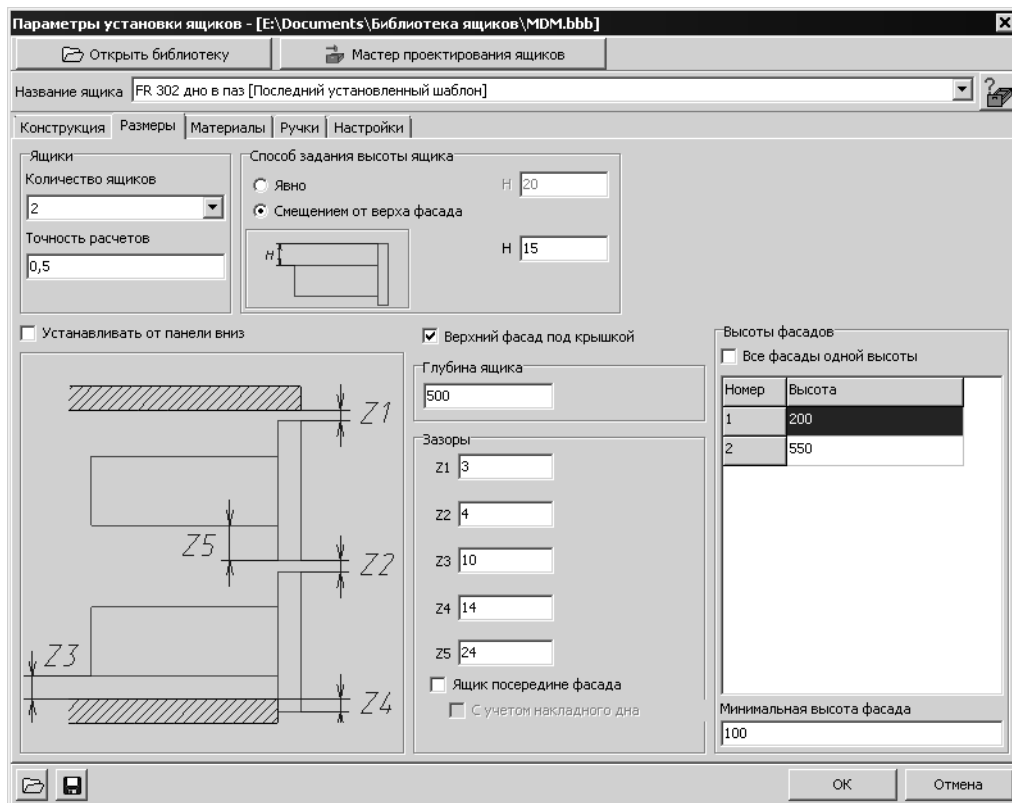

Рис. 25.7.
Элементы управления, расположенные на вкладке **Размеры** (рис. 25.7), позволяют задать вертикальные размеры элементов ящиков и его глубину.
1. От расстояния между заданными границами секций вычитаются значения всех зазоров между фасадами и элементами конструкции секции и т. п. Для примера, изображенного на рис. 25.7 на с. 184, это параметры *Z1* и все *Z2*.